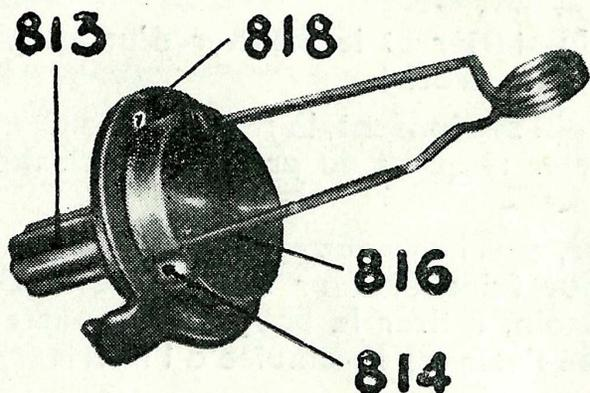

Fig. 14
La même pièce (813) a été représentée (figure 14) munie d'un ressort provisoire nécessaire seulement pour faciliter, au montage, la mise en place des cliquets (814), qu'il maintient enfoncés dans leur logement, pendant que s'effectue l'accouplement de la